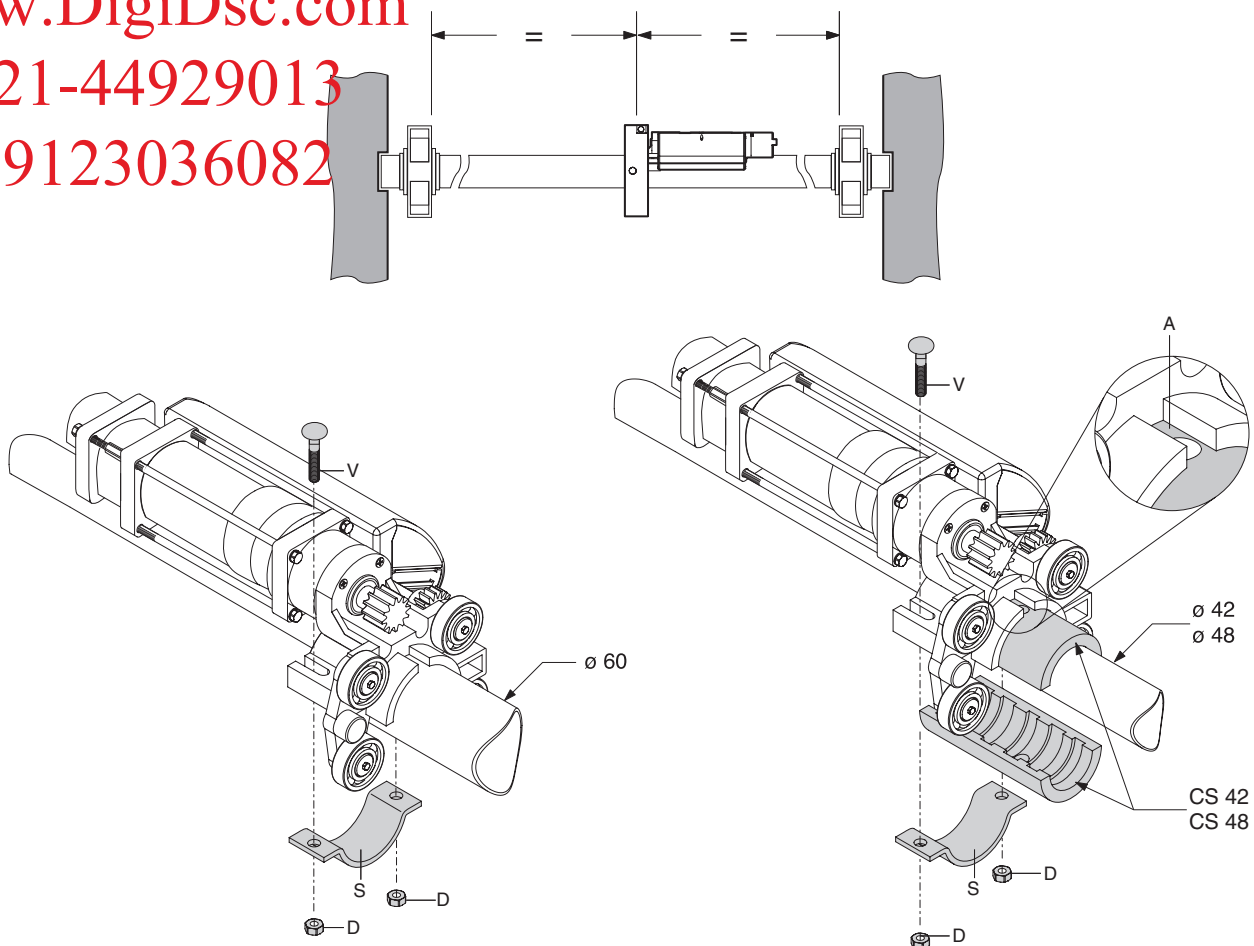

Fig. 3
- 3) Completar a fixação inserindo no furo o respectivo parafuso V que impede qualquer rotação do grupo motorreductor (Fig. 3).